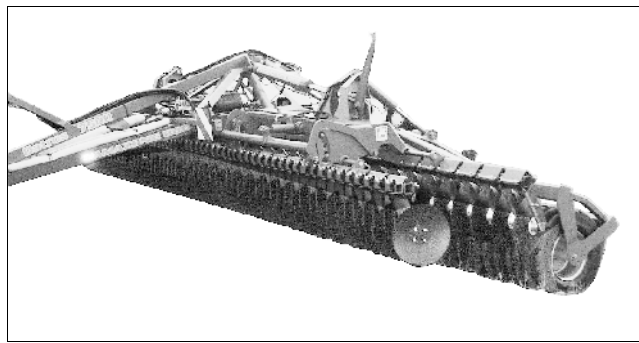

Fig. 21
- løft maskinen helt opp! (Fig. 21)